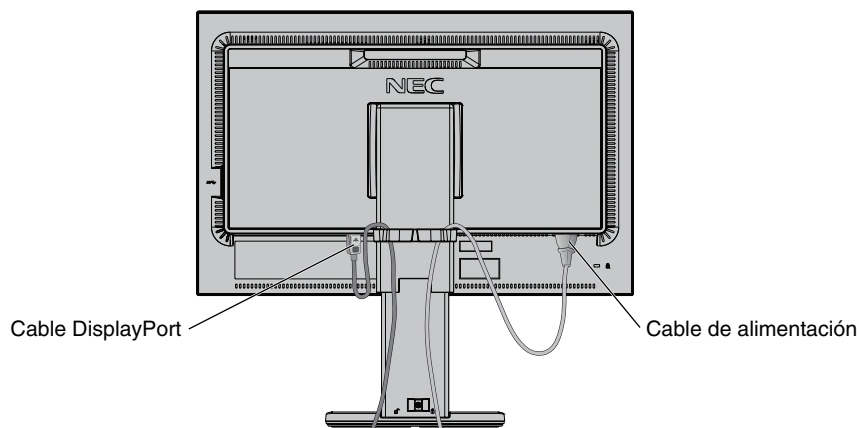
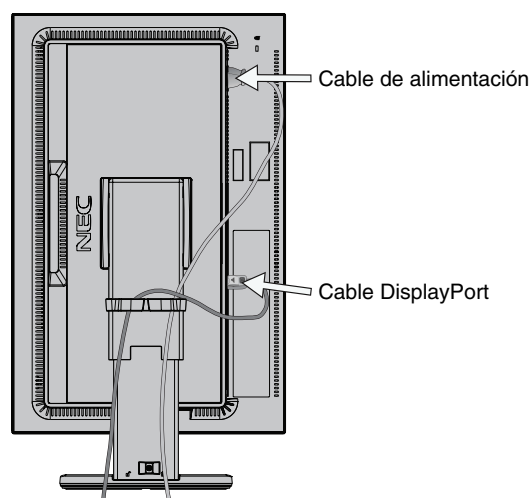

Figura C.2
Figura C.3
5. Para mantener los cables limpios y bien ordenados, colóquelos en el pasacables que está instalado en el soporte (figura C.2 y figura C.3).